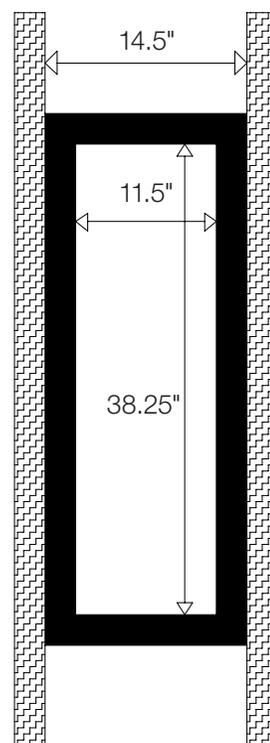

図14
2. 38.25x11.5インチ(971.6mmx292.1mm)の内部寸法(図14)のフレームを作るため、2×6(50.8mm x 152.4mm)材を使用します。くぎまたは木ネジでスタッドの位置にフレームを固定します。